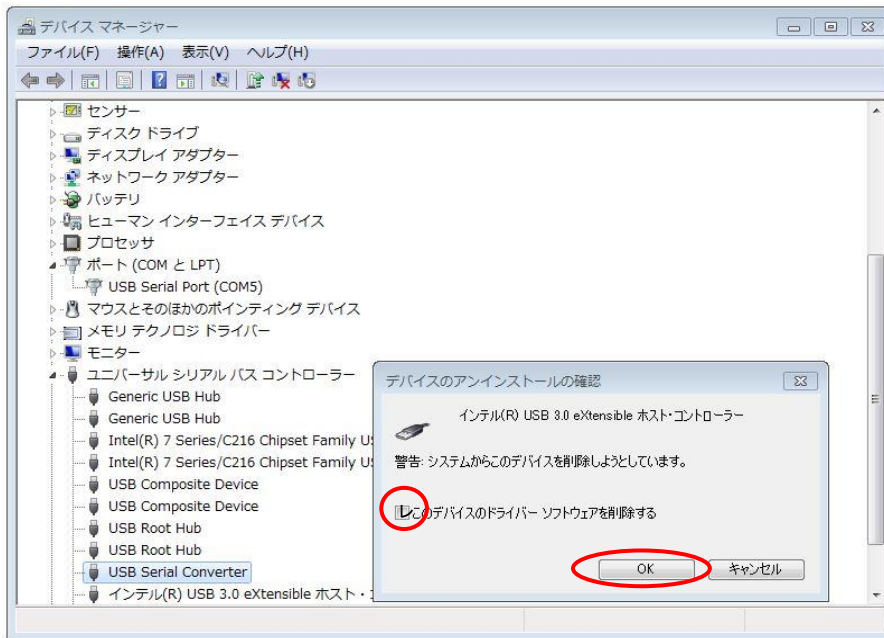

図8: アンインストール手順⑤
“USB Serial Port (COMxx)”、“USB Serial Vonverter”が表示されます(図8)。
- ④ “ユニバーサルシリアルバスコントローラー”をクリックして、“USB Serial Converter”を右クリックして、その後表示されたメニュー内の削除をクリックします。
- ⑤ 別ウィンドウにてアンインストールの確認メッセージが表示されましたら、“このデバイスのドライバーソフトウェアを削除する”にチェックを入れて“OK”をクリックします(図8)。